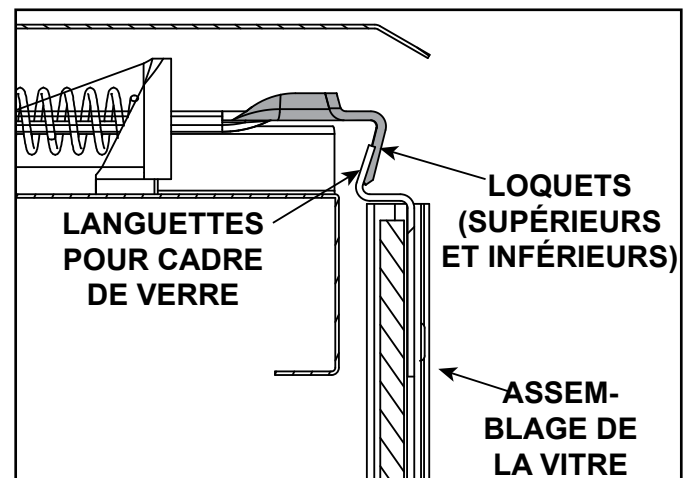

Figure 4.1 Panneau de verre fixe
- Sortez les quatre verrous du panneau de verre fixe hors des languettes du cadre. Enlevez l'assemblage de la vitre fixe de l'appareil. Voir la figure 4.1.